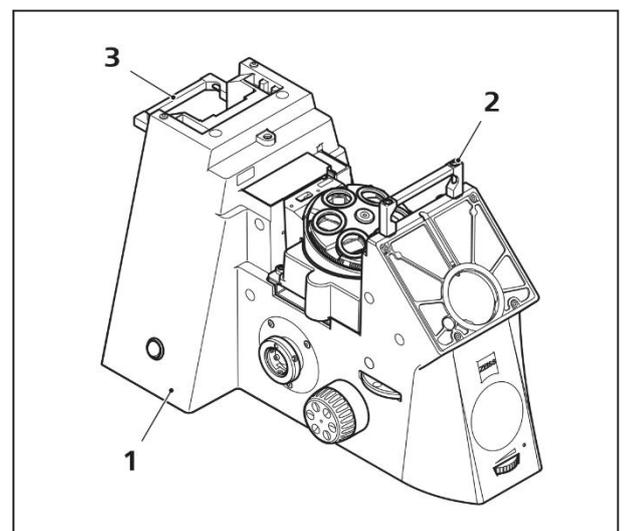

Fig. 13 Installation du microscope
N'utiliser que la poignée de transport (Fig. 13/2) et la poignée située à l'arrière du statif (Fig. 13/3) pour porter le microscope.
- Placer le statif (Fig. 13/1) sur une surface de travail plane à faibles vibrations.
- Dévisser et déposer la poignée de transport (Fig. 13/2) à l'aide de la clé Allen 4 mm.